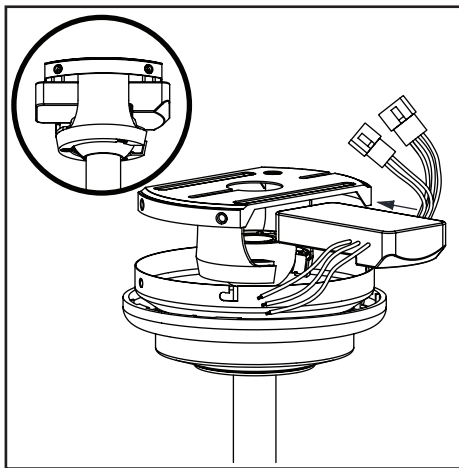

Figura 11
2. Inserta el extremo angosto del receptor (como se muestra: el lado plano hacia el techo) en el soporte de montaje deslizante hasta dejarlo apoyado en la parte superior del conjunto de tubo bajante/esfera. (Figura 11)